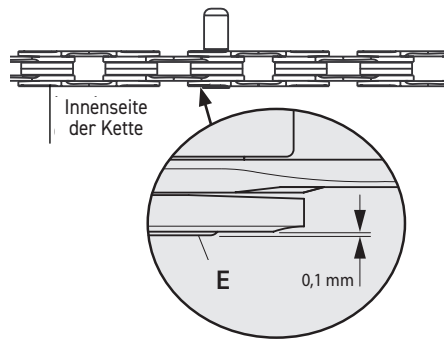

Abb.15
SCHRAUBEN Sie das Werkzeug NICHT über den Anschlag hinaus fest, andernfalls kann es zu irreparablen Schäden an der Kette kommen. Lassen Sie die Hülse **ULTRA-LINK 5-CN-RE500 (11s) / 5-CN-SR600 (12s) (E)** um 0,1 mm an der Ketteninnenseite hervorstehen (Abb. 15).